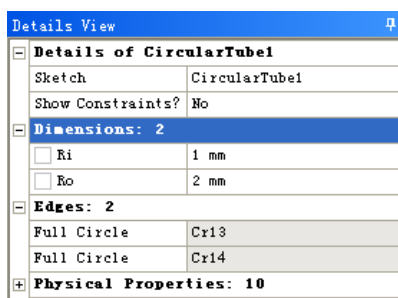
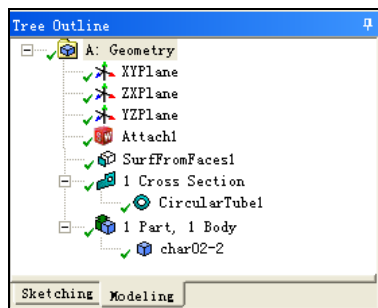

图 2-77 设置圆环截面参数
图 2-78 创建圆环截面后的设计树
**步骤 02** 如图 2-77 所示，在参数列表中设置各参数： $R_i=1\text{mm}$ ， $R_o=2\text{mm}$ ，此时设计树如图 2-78 所示。